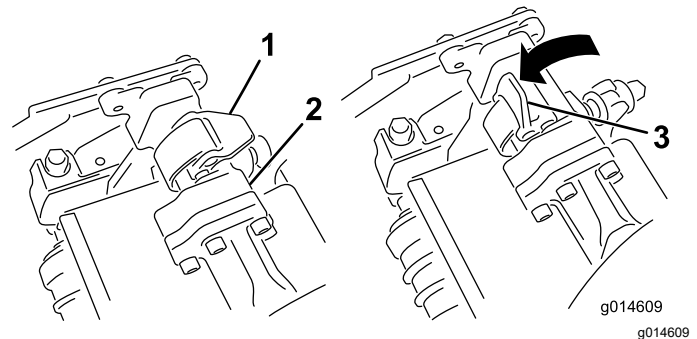
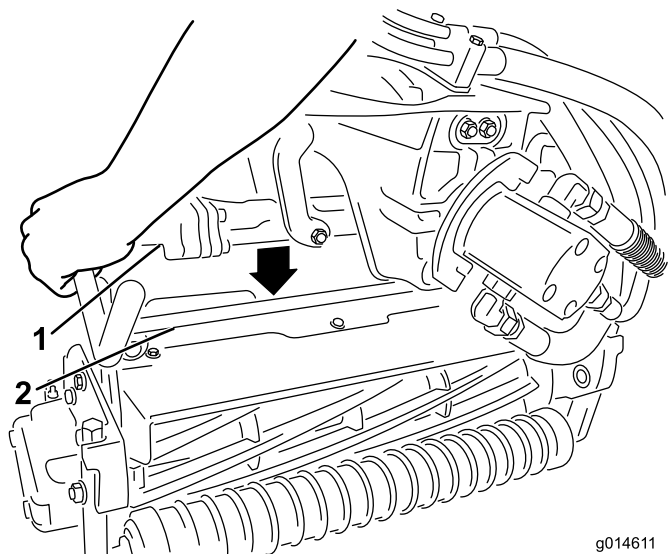

Figura 60
Figura 61
4. Abra los enganches de la barra del brazo de suspensión (Figura 60) y empuje hacia abajo el brazo de suspensión hasta que la barra encaje sobre ambos brazos de inclinación de la unidad de corte, y asegúrese de que los cierres pasan por debajo del travesaño de la unidad de corte (Figura 61).
- Presione los enganches hacia abajo alrededor de la barra de la unidad de corte y bloquéelas (Figura 60).
- Abra los enganches de la barra del brazo de suspensión de la unidad de corte que está retirando (Figura 60).